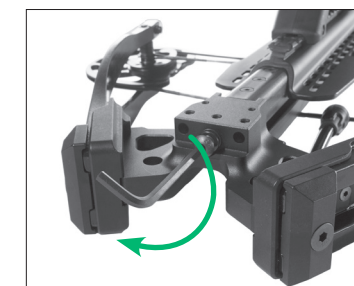

FIGURE 3
- Installez et serrez le boulon de poignée (partie D) à l'aide de la grande clé hexagonale 3/16 po (partie F). Pendant que vous serrez le boulon, l'ensemble de branches et de poignée doit affleurer le rail. Serrez le boulon de poignée au complet. Voir la figure 3.